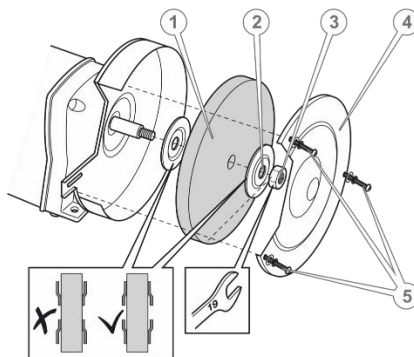

Рисунок 5. Заміна шліфувальних дисків.
2. За необхідності здійсніть заміну шліфувальних дисків і надійно їх зафіксуйте (див. рис. 5).
1. Порядок заміни шліфувальних дисків (див. рисунок 5)
2. Відкрутіть гвинти фіксації захисного кожуха шліфувального диска (5).
3. Зніміть захисний кожух шліфувального диска (4).
4. Відкрутіть ключем притискну гайку (3).
5. Зніміть притискну шайбу (2).
6. Зніміть шліфувальний круг (1).